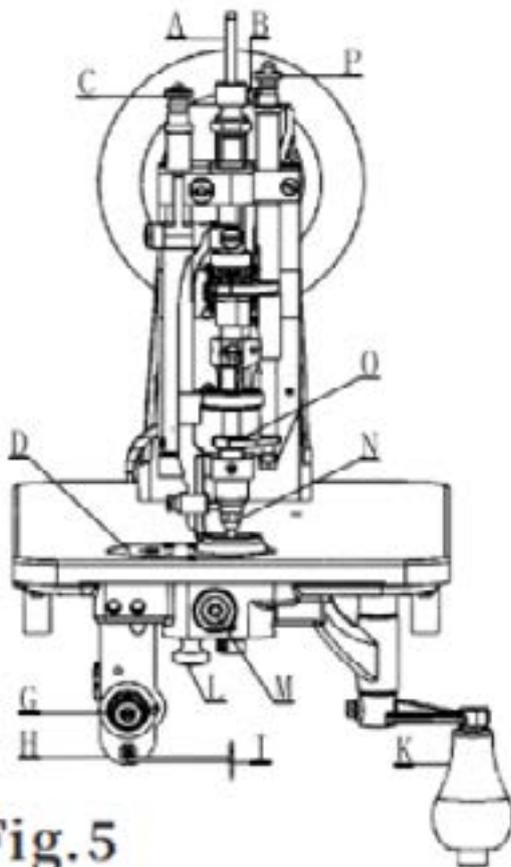

Fig.5
9. СНЯТИЕ, ЗАМЕНА И УСТАНОВКА ИГЛЫ И НИТЕПОДАТЧИКА (РИС. 5)